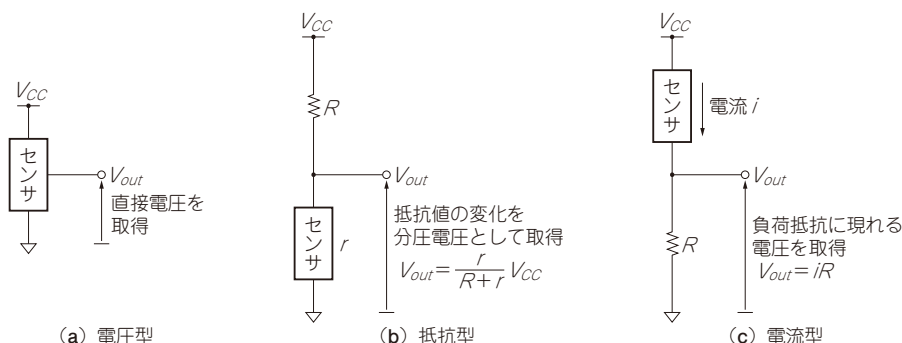

図1 アナログ値を出力するセンサの使い方
出力されるアナログ値には電圧、抵抗値、電流のタイプがあります(図1)。それぞれA-Dコンバータへの入力となる電圧の取得の仕方は次のようになります。
▶ 電圧型の場合 [図1 (a)]
▶ 抵抗型の場合 [図1 (b)]
▶ 電流型の場合 [図1 (c)]